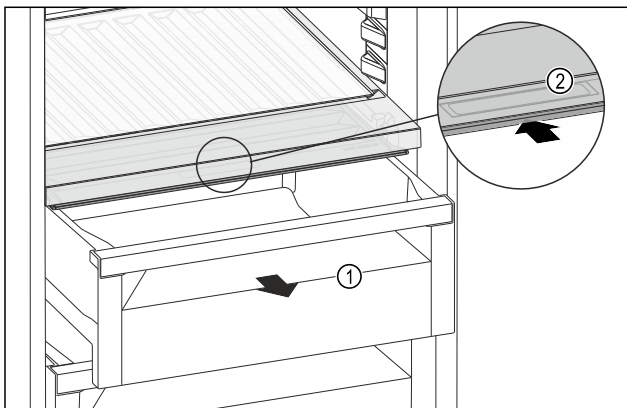

Fig. 117
- ▶ Извлеките выдвижной ящик Fig. 117 (1).
- ▶ Возьмитесь за утопленную ручку Fig. 117 (2) на крышке отделения и одновременно введите крышку отделения назад.